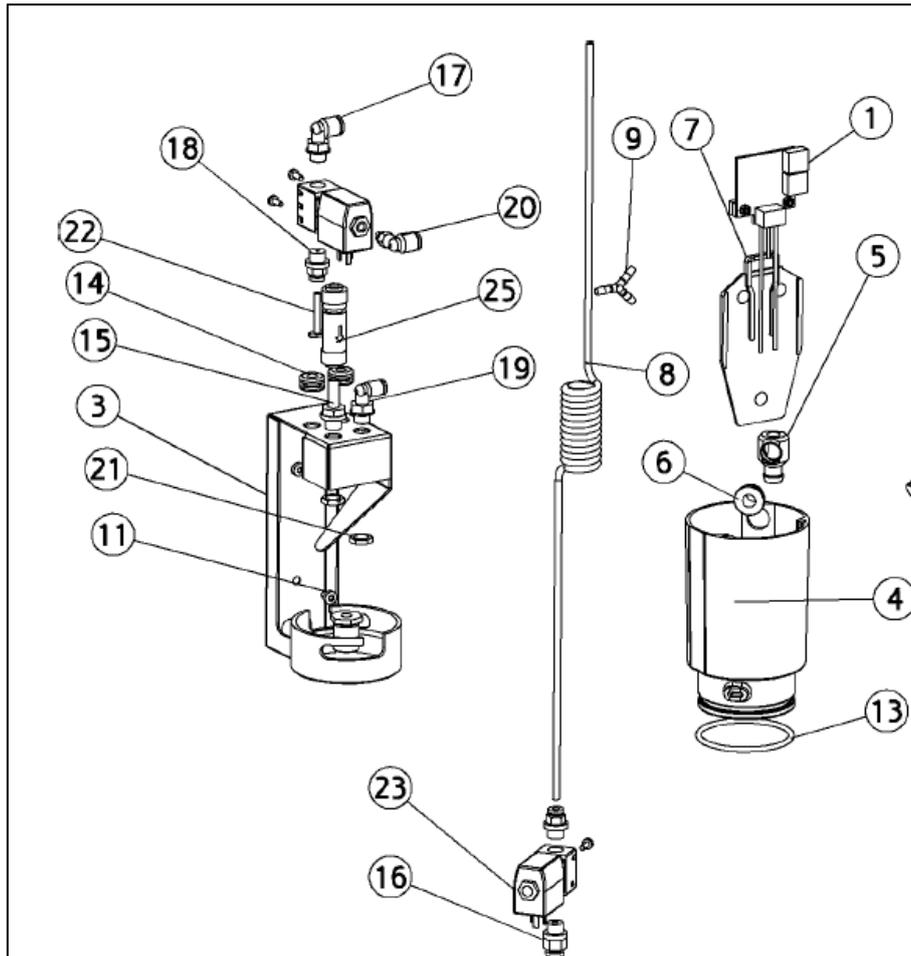

Abb. 2
B17	Ersetzen Sie die Trennwand (MG-767) – siehe (7) in Abb. 2.
B18	Ersetzen Sie den O-Ring (UH-246) und mit Paraliq einfetten – siehe (13) in Abb. 2.